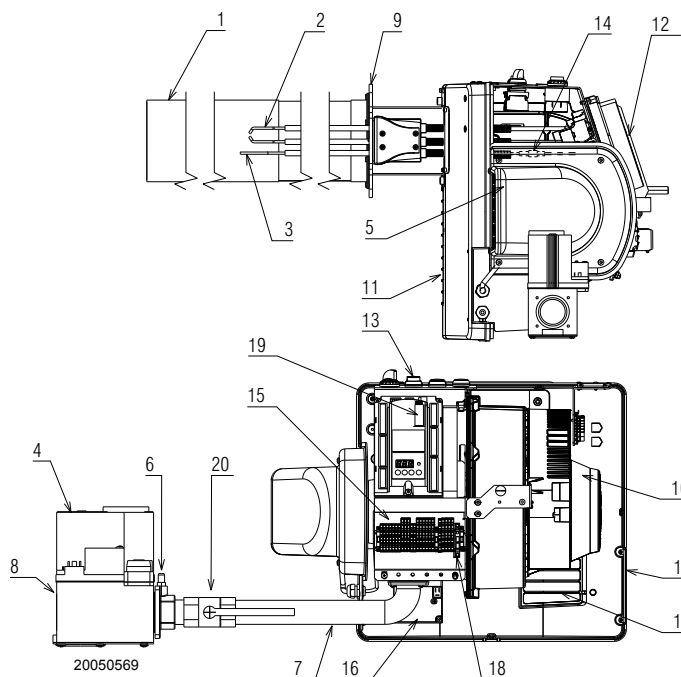

Fig. 3
- (1) Conditions de référence: température ambiante de 68 °F (20 °C) - pression barométrique de 394 po CE - altitude de 329 pi.
(2) Pression à la prise 6) (Fig. 3 à la page 9), avec pression nulle dans la chambre de combustion et puissance maximale du brûleur.
(3) Pression sonore mesurée dans le laboratoire de combustion du fabricant avec le brûleur fonctionnant avec une chaudière d'essai et à puissance nominale.
Si le bouton poussoir 13)(Fig. 3) s'allume, cela indique que le brûleur est en sécurité. Appuyer sur le bouton pour débloquer.